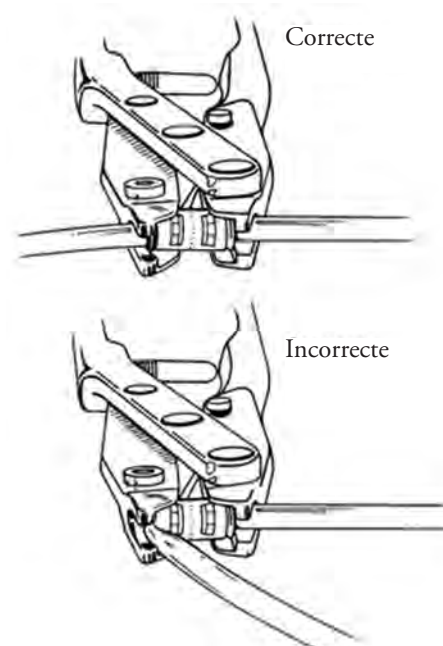

Figure 4-34. Fermeture de la pince
7. Serrer les poignées de l'instrument jusqu'à ce que l'embout de fermeture entre en contact avec la poignée opposée. (Figure 4-34)